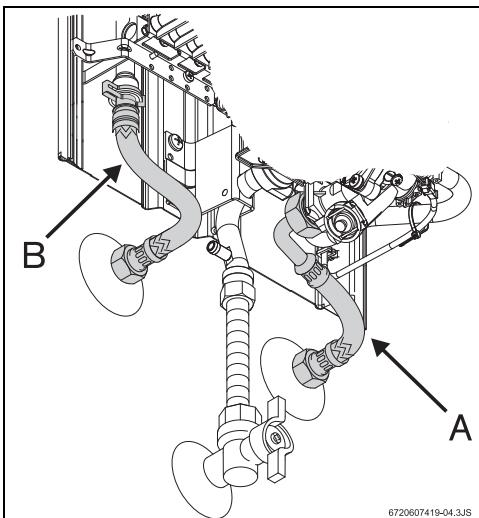

Рис. 13 Подключение водопровода
- Следить за тем, чтобы при подключении не перепутать место подсоединения водопровода холодной воды (рис. 13, [поз. A] - не поставляется с оборудованием) с местом подсоединения водопровода горячей воды (рис. 13, [поз. B]).